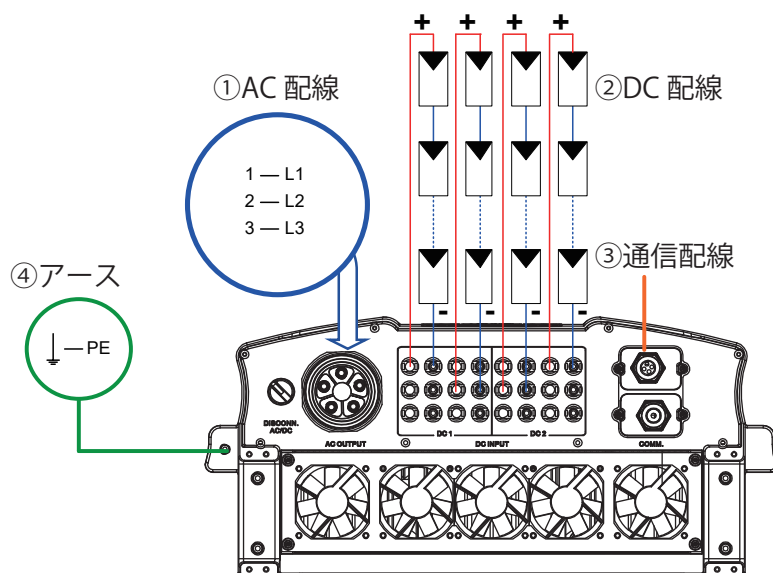

図 5-1 配線方法
- 太陽電池を直接パワーコンディショナに接続することができます。詳細配線は図 5-1 を参照してください。